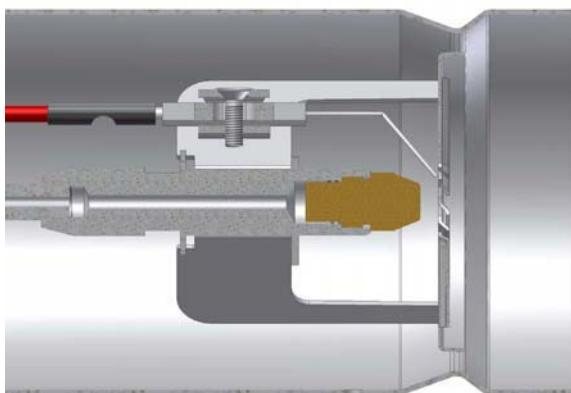
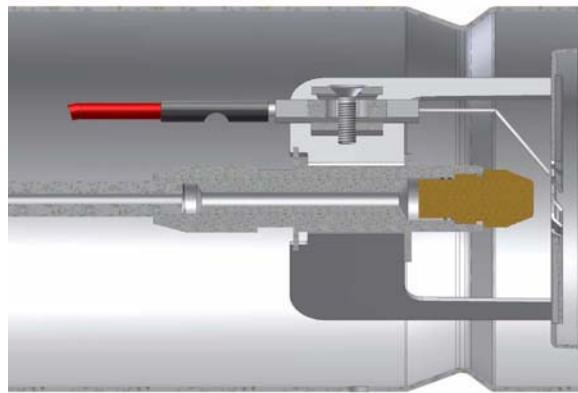

Fig. 16: Pozitie "Completa inapoi"
Fig. 17: Pozitie "Completa-inainte"
- 2 Folosind o surubelnita , prin rotire in sens invers acelor de ceas deplasati spre inainte capul de ardere (Fig. 17) , sau rotind in sensul acelor de ceas deplasati spre inapoi (Fig. 16). Indexul **ID** arata cat de mult s-a deplasat capul .